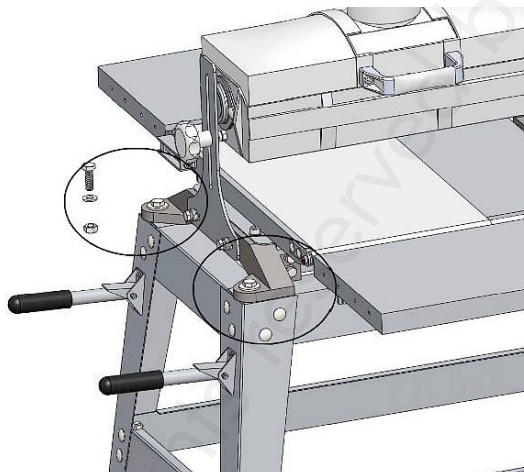

Fig. 13 : Montage de la machine sur le socle
11. Avec une autre personne, placez la ponceuse à cylindre sur le socle précédemment assemblé, et alignez-la. Alignez les trous de montage de la machine avec les trous dans le socle. (Figure 13)
12. Fixez la machine sur le socle au moyen de 4 vis et rondelles. (Figure 13)